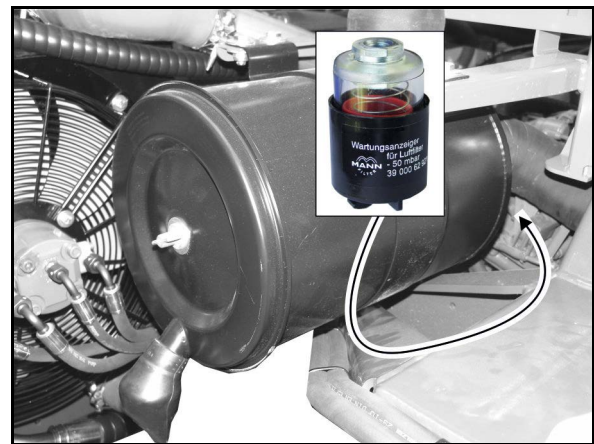

Bild 162
2. Dra ut oljemätstickan (Bild 162/1) och rengör den med en ren trasa.
4. Om så behövs ska oljenivån fyllas på med föreskriven olja i oljepåfyllningsöppningen (Bild 162/2,3).
5. Struva ur oljeavtappningsskruven (Bild 162/4).